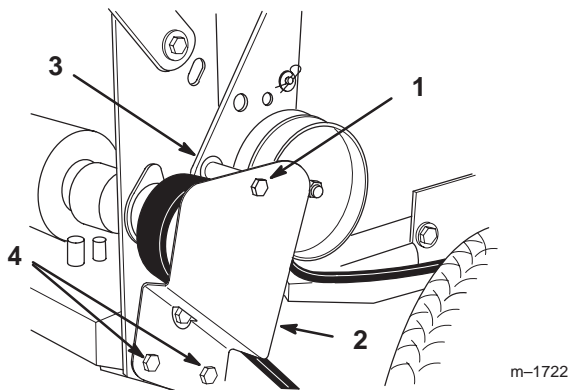

Bild 56
2. Entfernen Sie die obere Innensechskantschraube, die den Spannscheibenträger am hinteren Chassis absichert (Bild 56).
3. Lockern Sie die beiden unteren Befestigungsschrauben so weit, dass der Riemen zwischen der Antriebscheibe und dem Spannscheibenträger durchgeht (Bild 56).